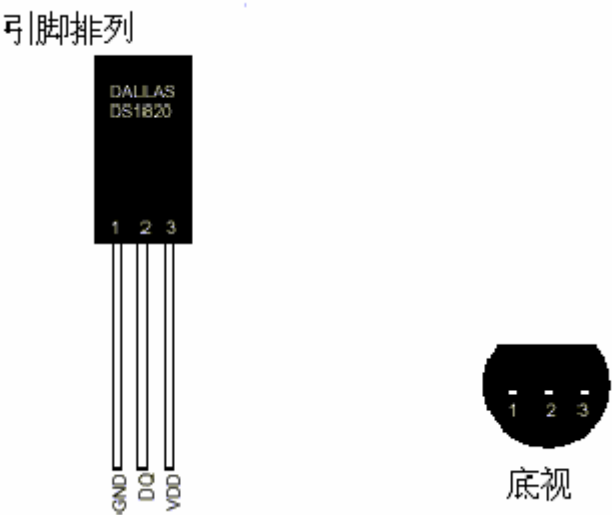
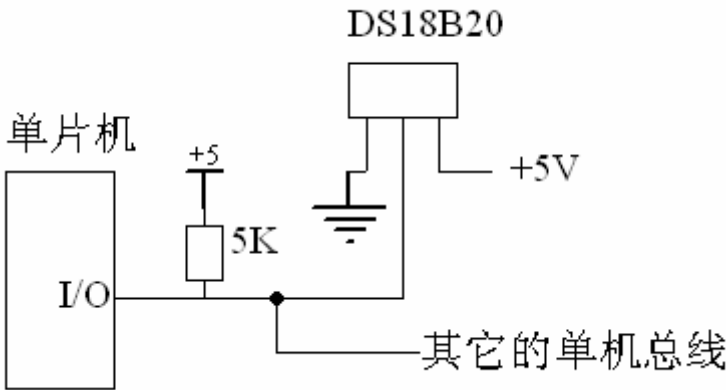

图 5-38
图 5-39（DS18B20 的实用电路）
- (4)、测量温度范围在-55° C 到+125° C 之间。
- (5)、数字温度计的分辨率用户可以从 9 位~12 位选择。
- (6)、用户定义的、非易失性的温度报警设置，用户可自行设定报警的上下限温度。
- (7)、工作电压为 3~5.5V。
- 如图 5-38 是器件的引脚功能。图 5-39 为器件的实用电路。